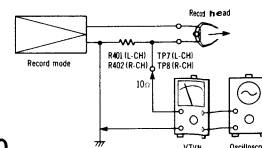

Fig. 20
| H Vormagnetisierung* Bedingung:* Vormagnetisierungsregler: Zentrum* Aufnahme* Wenn die Vormagnetisierung eines Kanals eingestellt ist, kann die des anderen durchaus abweichend sein.Meßgerät:* Röhrenvoltmeter* Oszillograf                                                                                                                                                                          | <ol style="list-style-type: none"> <li>1. Den Meßaufbau zeigt Fig. 20.</li> <li>2. Gerät auf "Aufnahme" und Band schalten.</li> <li>3. Spannung vom Röhrenvoltmeter nach folgender Formel berechnen. <math display="block">\text{Vormagnetisierungsstrom (A)} = \frac{\text{Spannung am Röhrenvoltmeter}}{10 \text{ (Ohm)}}</math></li> <li>4. VR401 (linker Kanal) und VR402 (rechter Kanal) (Fig. 28).</li> </ol> <p>NORMALWERT:                     Ungef.                     Ungef.                     Ungef.</p>                                                                                                                                                                                                             |
|  | <ol style="list-style-type: none"> <li>Den Meßaufbau zeigt Fig. 20.</li> <li>Gerät auf "Aufnahme" und Bandwahlschalter auf "Normal" schalten.</li> <li>Spannung vom Röhrenvoltmeter ablesen und Vormagnetisierungsstrom nach folgender Formel berechnen: <math display="block">\text{Vormagnetisierungsstrom (A)} = \frac{\text{Spannung am Röhrenvoltmeter (V)}}{10 \text{ (Ohm)}}</math> <div> Ungefähr 2.2mA (Metal position), Ungefähr 1.6mA (CrO2 position), Ungefähr 1.3mA (Fe-Cr position), Ungefähr 1.1mA (Normal position). </div> </li> <li>VR401 (linker Kanal) und VR402 (rechter Kanal) abgleichen (S. Fig. 28).</li> </ol>                                                     |
| <p>㊦ Bias current</p> <p>Condition:</p> <ul style="list-style-type: none"> <li>* Bias adjustment control ... Center</li> <li>* Record mode</li> <li>* When bias current is adjusted on one channel only, note that bias current on the other channel may vary.</li> </ul> <p>Equipment:</p> <ul style="list-style-type: none"> <li>* VTVM</li> <li>* Oscilloscope</li> </ul> | <ol style="list-style-type: none"> <li>Test equipment connection is shown in fig. 20.</li> <li>Place UNIT into record mode, and tape selector to "Normal".</li> <li>Read voltage on VTVM and calculate bias current by following formula:</li> </ol> <div style="text-align: center;"> <math display="block">\text{Bias current (A)} = \frac{\text{Value read on VTVM (V)}}{10 (\Omega)}</math> </div> <div style="border: 1px solid black; padding: 5px; margin: 10px 0;"> <p>Standard value: around 2.2mA (Metal position), around 1.6mA (CrO2 position), around 1.3mA (Fe-Cr position), around 1.1mA (Normal position)</p> </div> <ol style="list-style-type: none"> <li>Adjust VR401 (L-CH), VR402 (R-CH) (See fig. 28).</li> </ol>                                                                                                                                                                                                                                                                                                                                                                                                                                                                      |